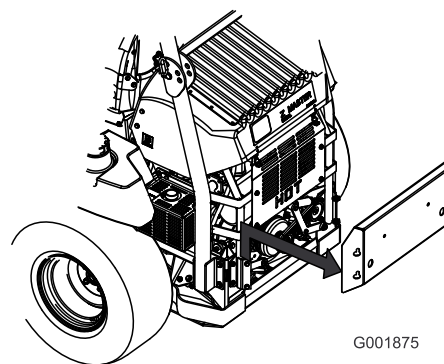

Figura 61
- Togliete il pannello posteriore del motore (Figura 61).